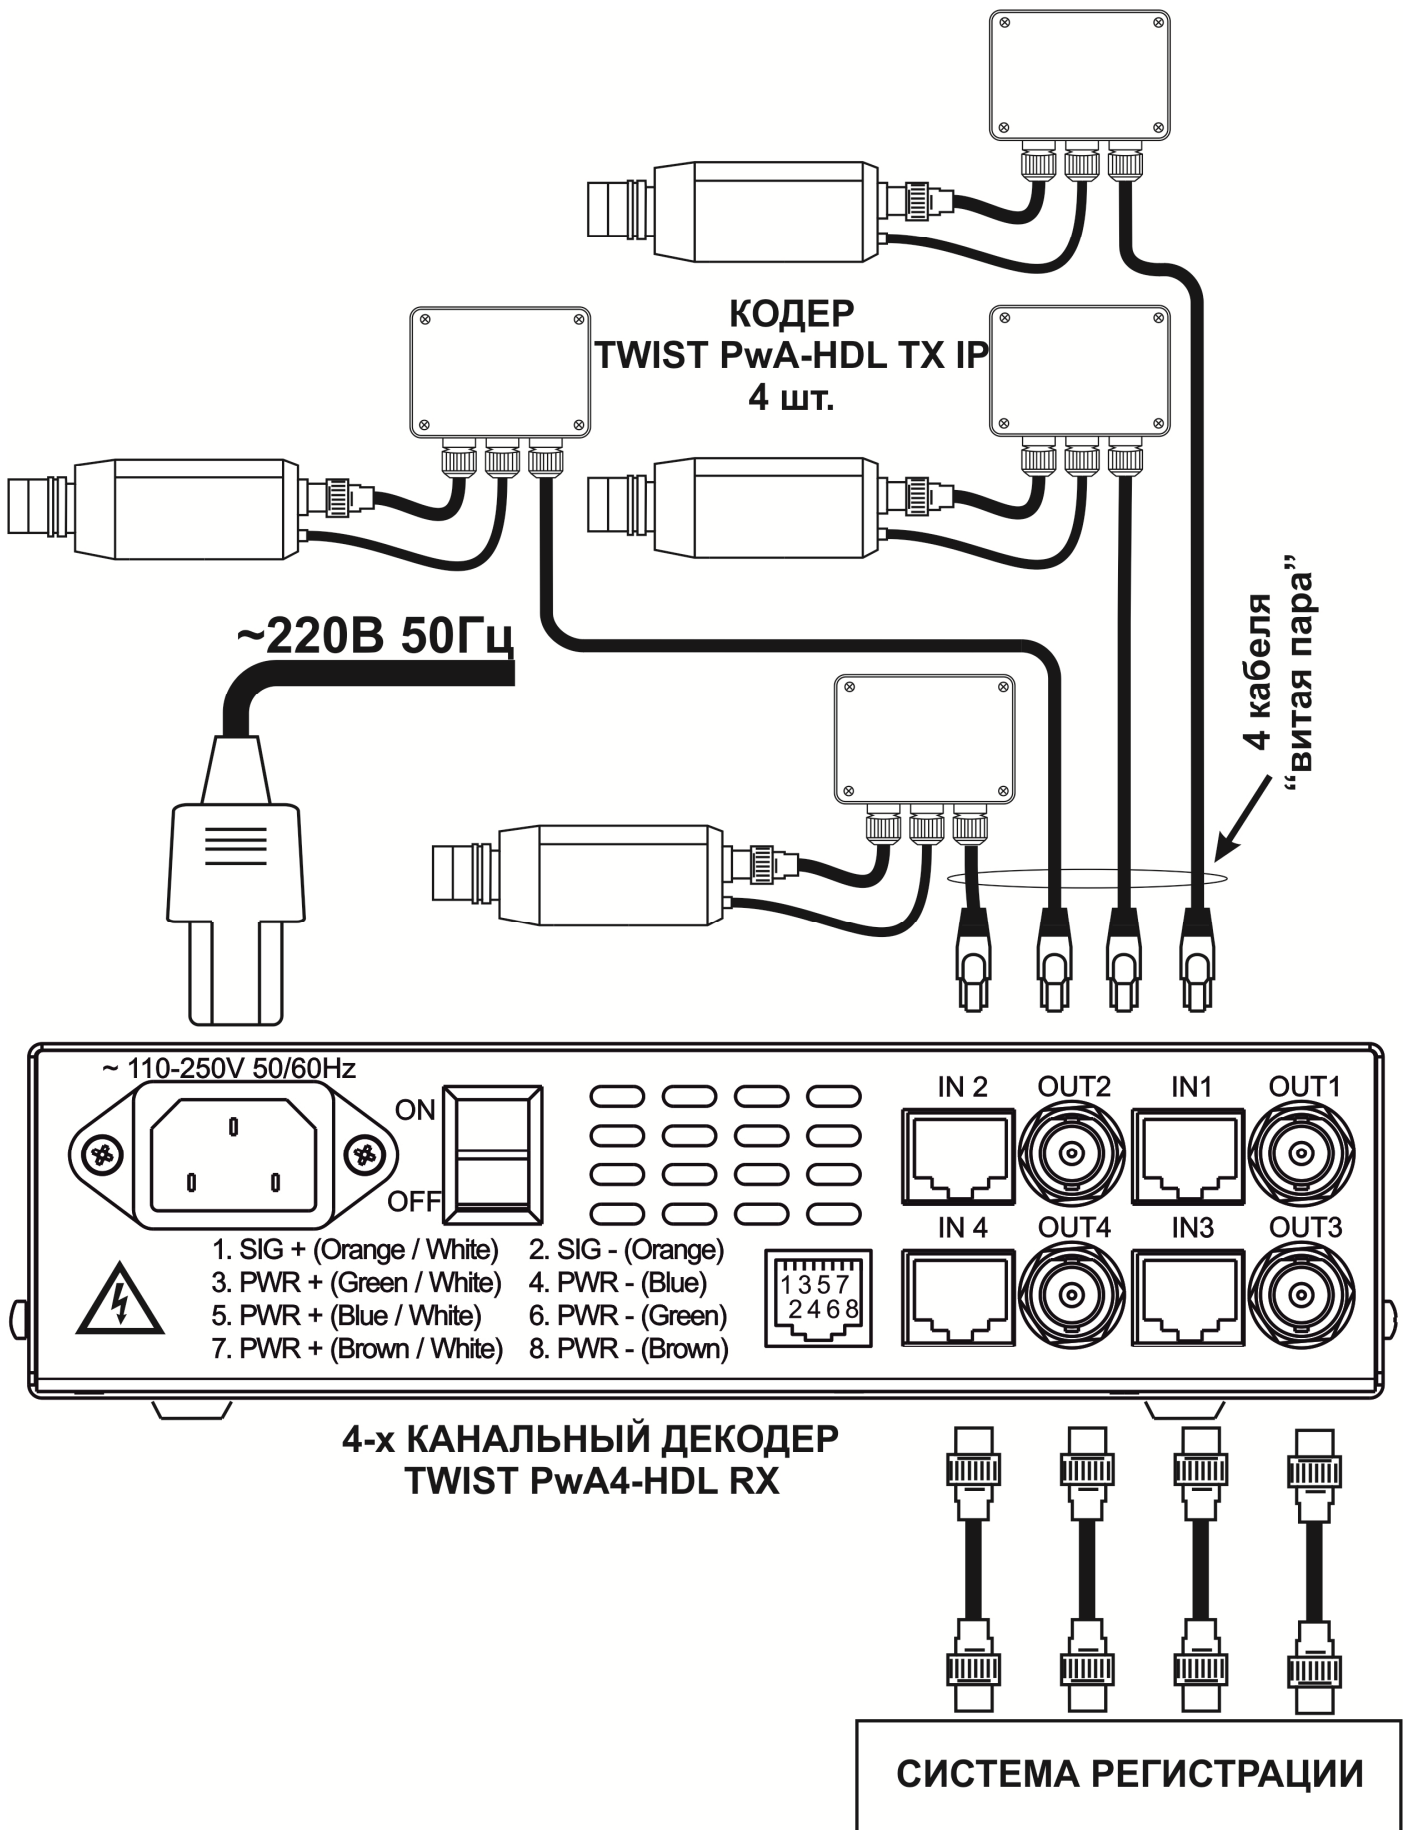

Рис.1 Схема подключения комплекта усилителей TWIST PwA4-HDL.
1. Соединение кодера и декодера должно производиться выделенным кабелем симметричной витой пары, изолированным от всех других проводов, а также от любых металлических конструкций. Пример соединения комплекта с использованием кабеля UTP показан на рис.1.
Подключите к выходу декодера аппаратуру регистрации (монитор) согласно рис.1. Подайте питание на комплект и убедитесь, что светодиоды на передней панели блока декодера и платах кодеров зажглись и изображения на всех каналах без искажений и помех.